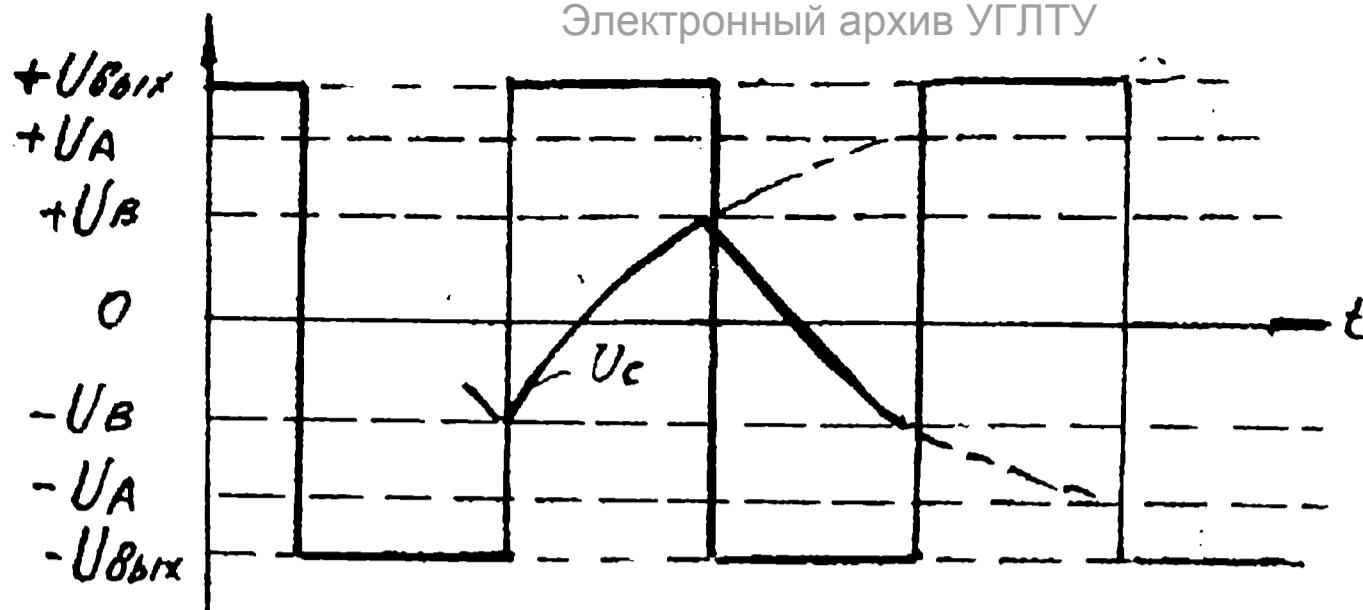

Рис. 24. Временные диаграммы генератора
Нарастание и спад напряжения U_c происходит по экспоненциальному закону, как показано на временных диаграммах (рис. 24).
Сопротивления резисторов должны быть подобраны таким образом, чтобы $|U_A| > |U_B|$ - это необходимое условие работы генератора. Связь между частотой и параметрами генератора можно выявить из уравнений (1) или (2). Согласно рис. 24 напряжение на конденсаторе достигнет величины $(U_A - U_B)$ относительно уровня $-U_A$ через время $t = \frac{\tau}{2}$. Поэтому, полагая, что $t = \frac{T}{2}$ в выражении (2),